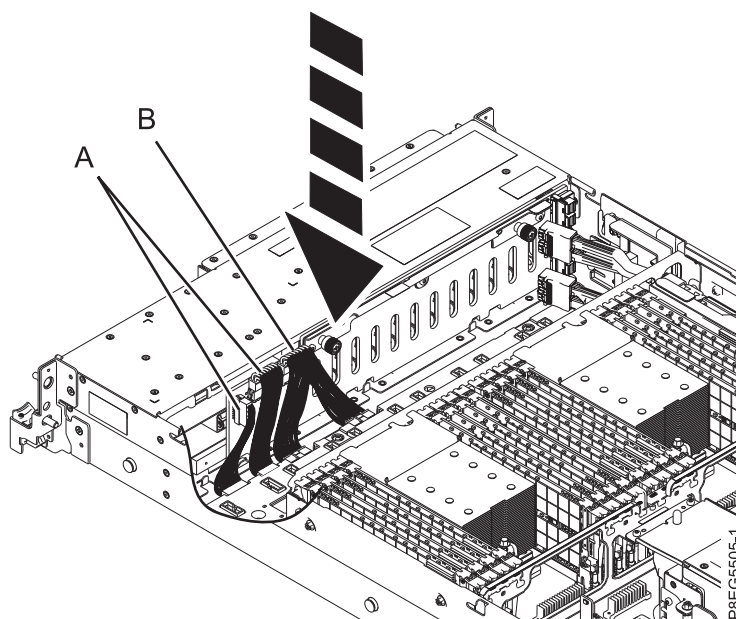

図 7. 信号ケーブル、コントロール・パネル・ケーブル、および電源ケーブルの再接続
5. 図 7 に示すように、信号ケーブルとコントロール・パネル・ケーブル **(A)**、および電源 Y ケーブル **(B)** をディスク・ドライブ・バックプレーンに再接続します。